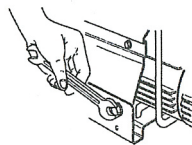

FIGURA 10
- A. Verifique el aprieto de los tornillos de fijación del bloque y ajústelos cuando sea necesario (Figura 10). Utilice una herramienta adecuada al tornillo.